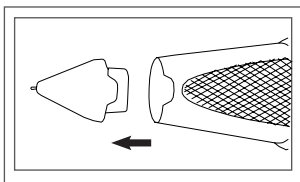

Рис. 1.07
1. Когда тестер выключен, снимите магнитный наконечник, осторожно потянув его, как показано на рис. 1.07.